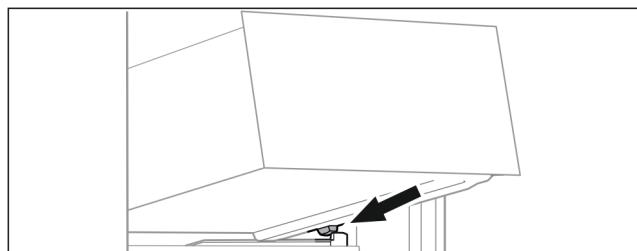

Fig. 96
- Așezați sertarul oblic în spatele opritoarelor pe nervura recipientului. (vezi Fig. 96)